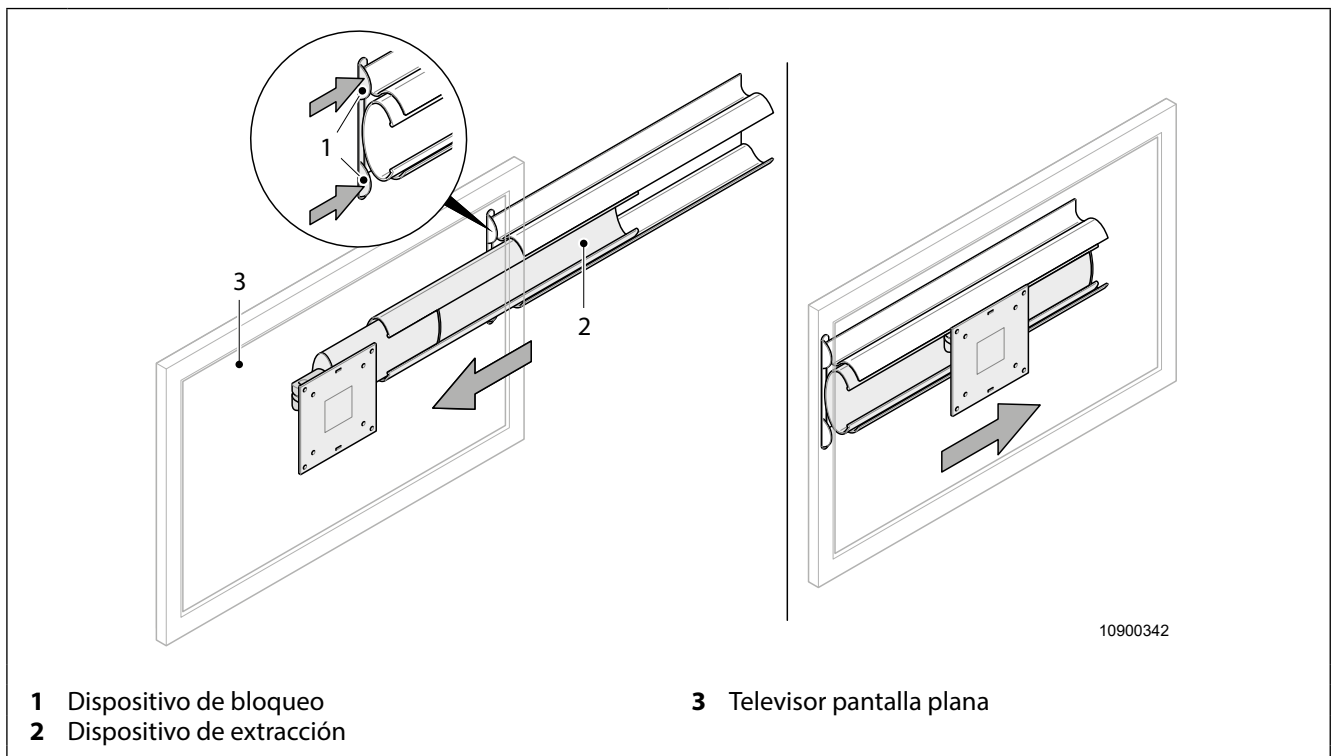

Fig. 25 Televisor pantalla plana desplazable
1. Pulsar el dispositivo de bloqueo (Fig. 25, pos. 1) y mantenerlo pulsado.
2. Extraer el televisor pantalla plana (Fig. 25, pos. 3) hasta la posición final.
1. Volver a desplazar el televisor pantalla plana (Fig. 25, pos. 3) a su posición original, hasta que se le oiga engatillar.